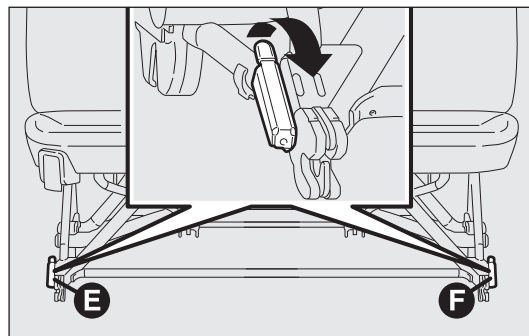

fig. 43
- dalla posizione verticale, agire sulle leve E e F-fig. 43 ruotandole verso l'alto;